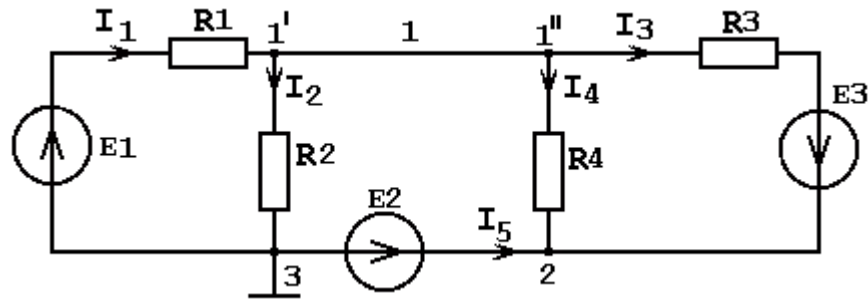

Рисунок 1.78
1. На схеме указываем номера узлов (рисунок 1.78).
$n_{\text{ЭДС}}$ - число ветвей, состоящих только из идеализированных источников ЭДС. В схеме (рисунок 1.78) ветвь с источником E_2 .
7. На схеме рисунок 1.78 указываем произвольно условно-положительные направления токов в ветвях.